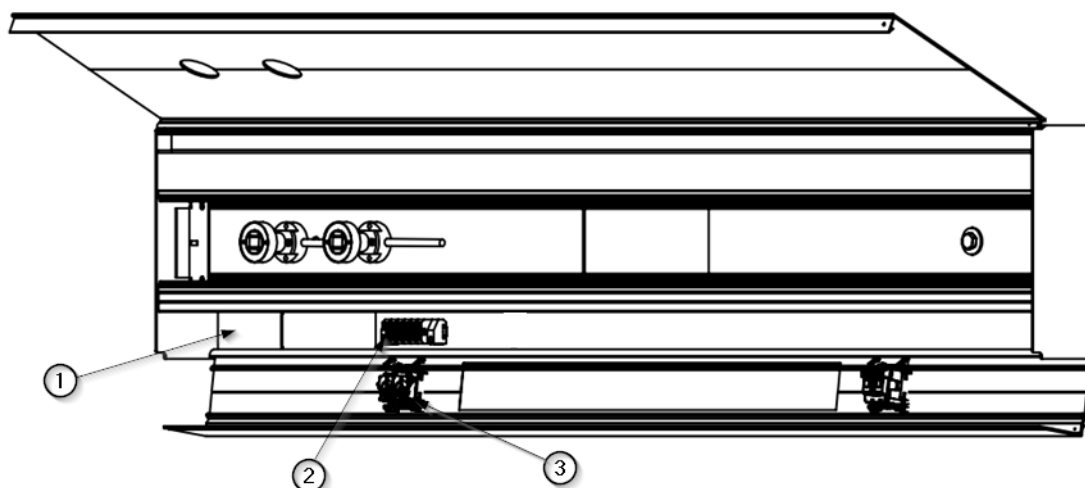

Abb. 10 Detailansicht der elektrischen Anschlusspunkte im AIS
Die Stromkreise sowie Sprach- und Datenleitungen werden über eine Öffnung ① in das Gerät eingeführt, deren Größe und Position in der Installationszeichnung des Geräts angegeben sind. Die Stromkreise münden in einer gemeinsamen Klemmleiste ②, mit Ausnahme der Sprach- und Datenleitungen, die direkt an den entsprechenden Mechanismus ③ angeschlossen werden. Siehe Abbildung 10.